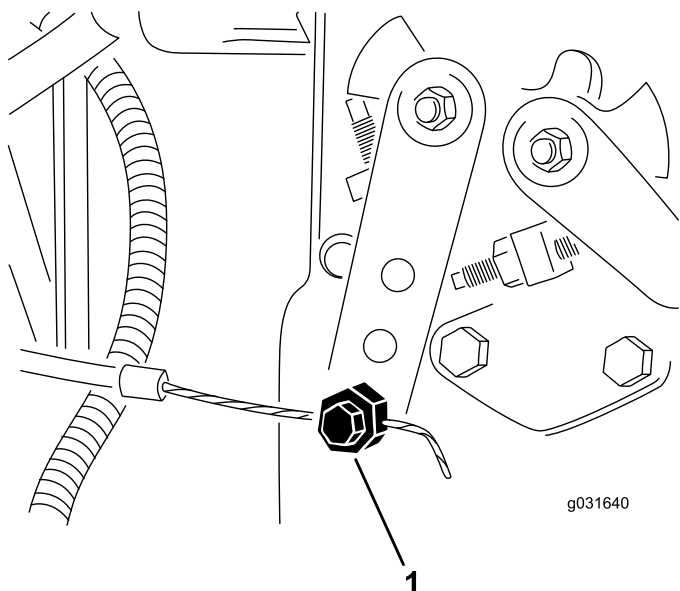

Figure 62
2. Desserrez le connecteur du câble d'accélérateur sur le bras du levier de la pompe d'injection (Figure 62).